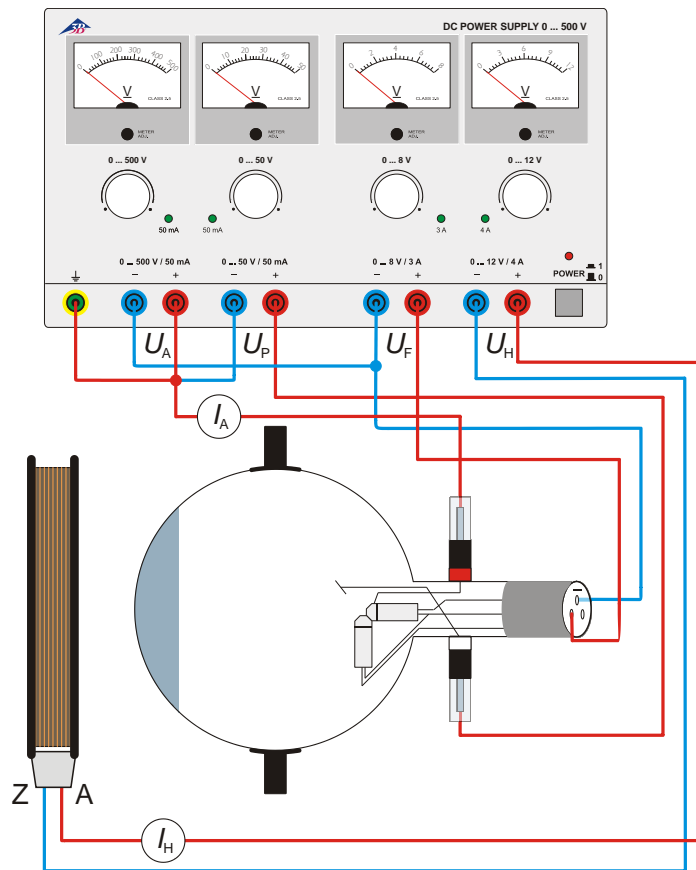

Fig. 6 El efecto de un campo magnético axial
- Realice el cableado del tubo de acuerdo con la Fig. 6.